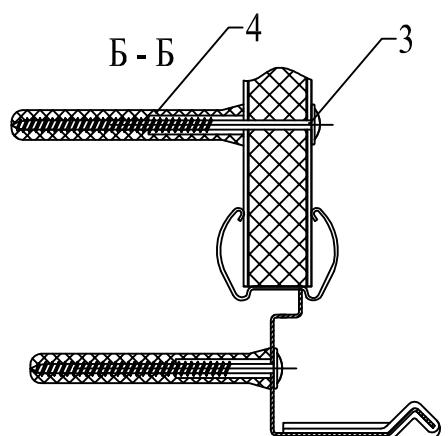

Рис.2
В случае иного материала стены необходимо закрепить полотно доски в нижней части дополнительными саморезами, для чего просверлить в полотне отверстия Ø6 мм (Рис.2)
1. На стене на необходимой высоте закрепить лоток (3), для чего по его отверстиям разметить и просверлить в стене два отверстия Ø8 и глубиной 80 мм, забить в них два дюбеля (5), и саморезами (4) закрепить лоток (Рис.2). На торцевые части лотка закрепляем заглушки (6).